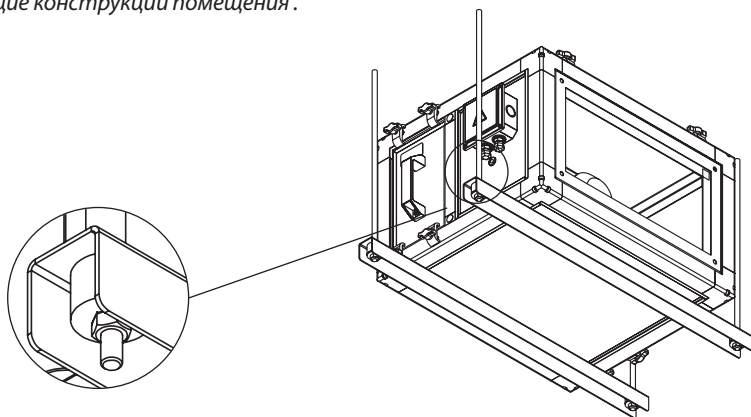

Рисунок 1
6.2.6 Для монтажа необходимо использовать траверсу с резиновой виброшайбой и шпилькой (рис. 1). Данное решение помогает исключить передачу вибрации на ограждающие конструкции помещения.